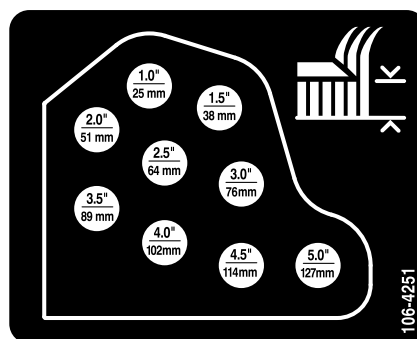

Figura 24
- Monte as correntes da altura de corte no orifício da altura de corte desejada com o perno de gancho e pino de segurança (Figura 24).